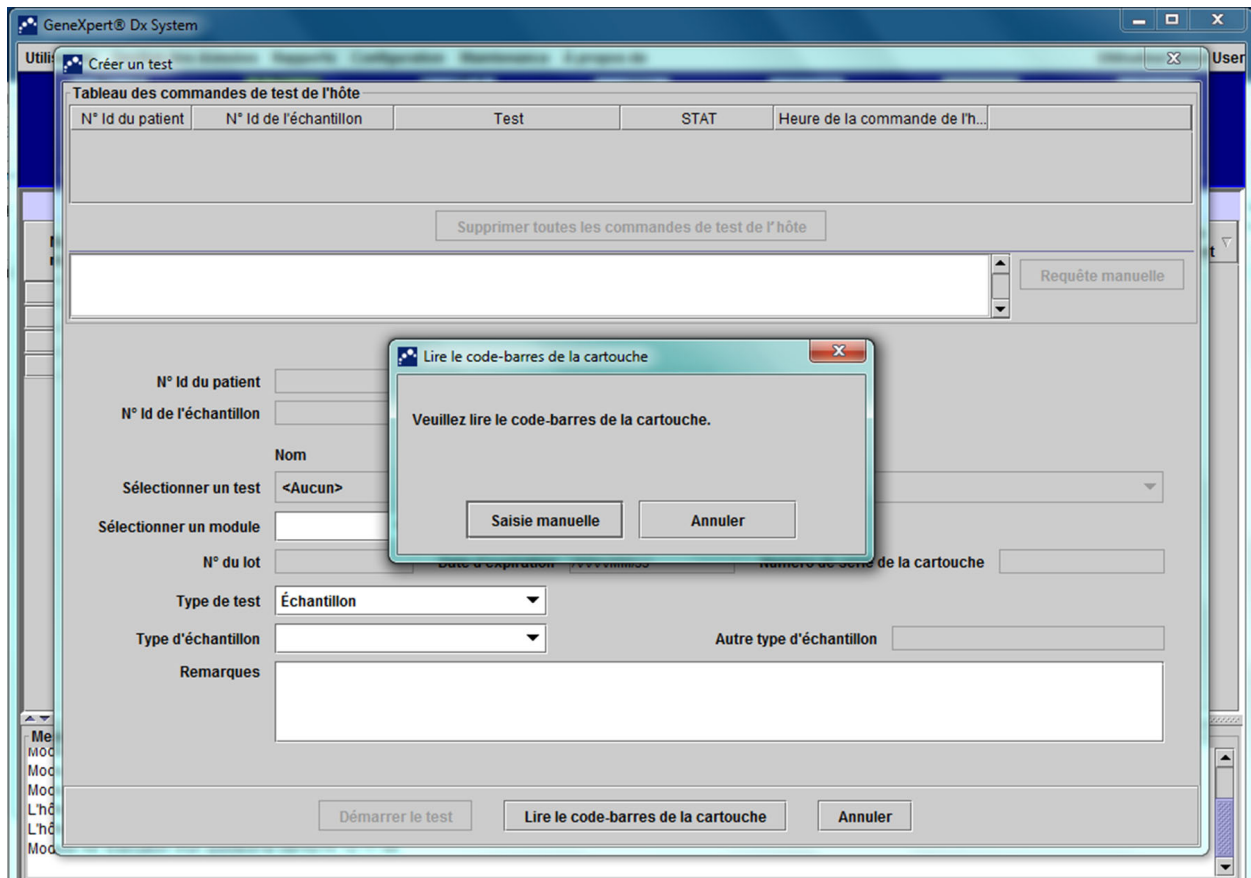

Figure 5-114. Tableau des commandes avec écran superposé de lecture de code-barres de la cartouche
2. L'écran de commande de test de l'hôte s'affiche avec un écran de lecture de code-barres de la cartouche en superposition. Voir la Figure 5-114.
3. Comme demandé à la Figure 5-114, lisez le barre-codes de la cartouche à l'aide du lecteur fourni.